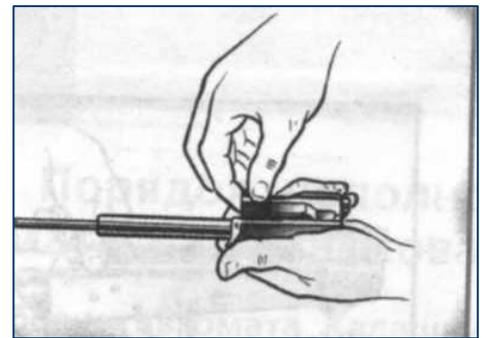

Рис.7 Отделение затвора от затворной рамы.
8) Отделить затвор от затворной рамы (рис. 7). Взять затворную раму в левую руку затвором кверху, правой рукой отвести затвор назад, повернуть его так, чтобы ведущий выступ затвора вышел из фигурного выреза затворной рамы, и вывести затвор вперед.